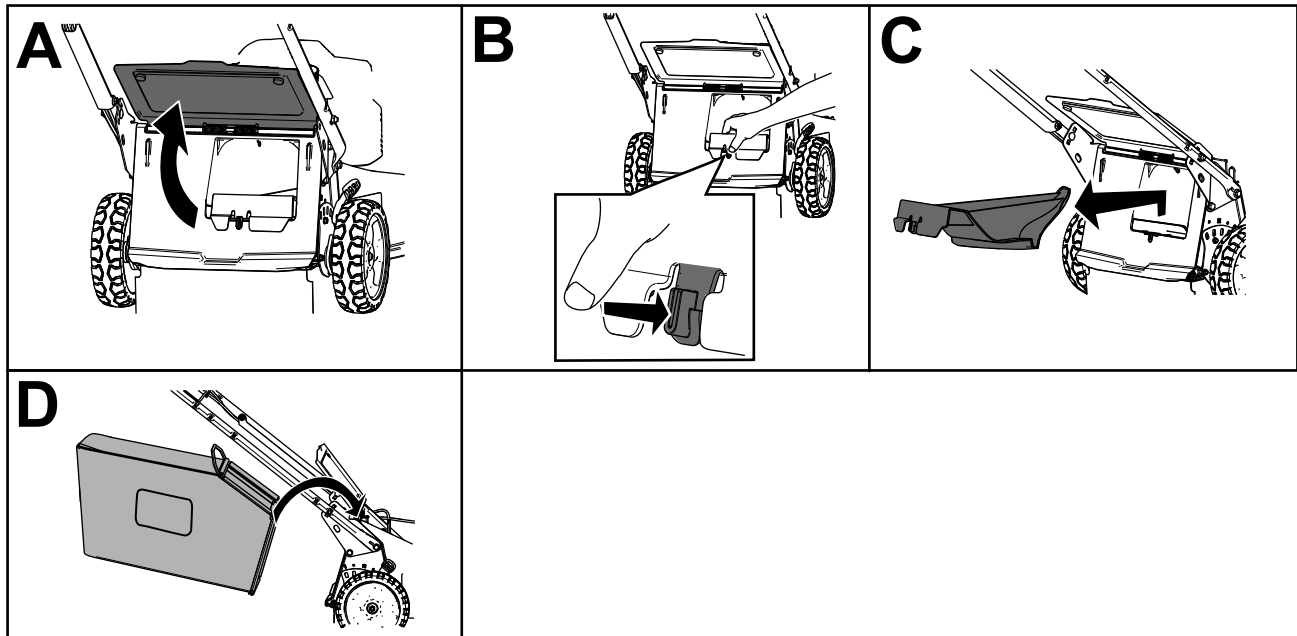

Figure 15
2. Soulevez le déflecteur arrière et gardez-le dans cette position (A de la Figure 15).
3. Retirez l'obturateur d'éjection arrière en appuyant sur le verrou avec le pouce et en tirant l'obturateur hors de la machine (B et C de Figure 15).
4. Placez les extrémités de la tige du bac dans les crans à la base du guidon et basculez le bac d'avant en arrière pour vous vérifier que les extrémités de la tige sont bien engagées au fond des deux crans (D de Figure 15).
3. Sortez la tige du bac à herbe des crans à la base du guidon (A de Figure 15).
4. Installez l'obturateur d'éjection (B de Figure 15).
5. Abaissez le déflecteur arrière (C de Figure 15).